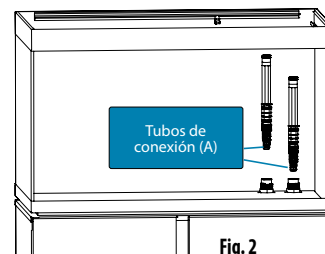

Fig. 2
2. Pasa todo el tubo de conexión (A) a través de la abertura (O) hasta que no ajuste más (Fig. 2).
2. Pasa el segundo tubo de conexión (A) por completo a través de la abertura (I) hasta que no ajuste más (Fig. 2).